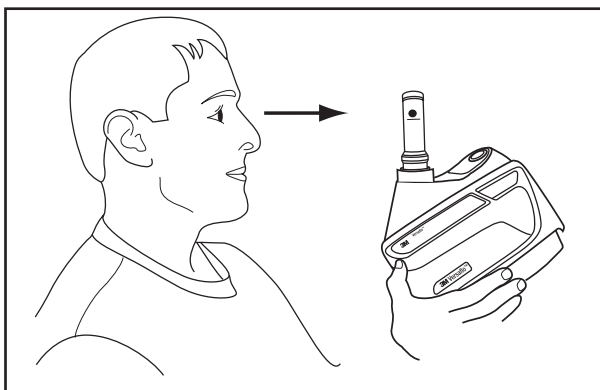

Fig. 16-2 – Checando o fluxo de ar
- Com o indicador do fluxo de ar numa posição vertical, assegure-se de que a parte inferior da bola flutuante repousa, acima, ou na marca de vazão mínima para a “letra” representando a sua “Zona” (Fig. 16-2). O indicador de fluxo de ar deve estar na posição vertical para uma leitura precisa.